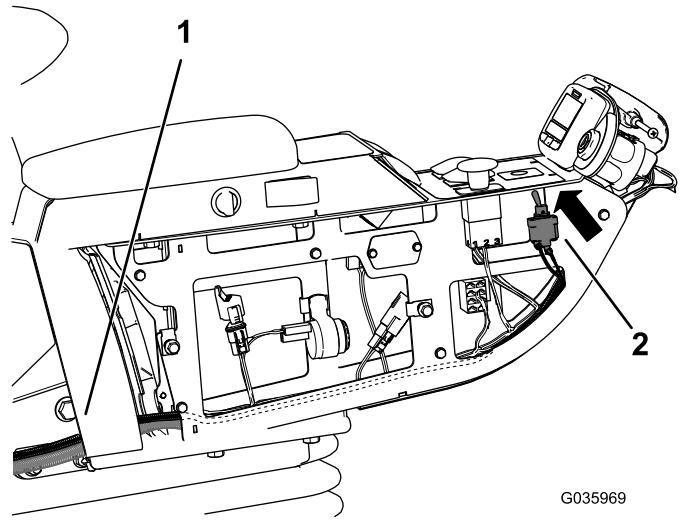

図 20
7. スイッチとワイヤハーネスとを、センターコンソールに通し、穴から引き上げる図 20。